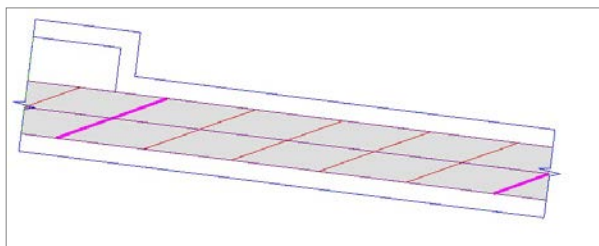

Рис. 6.20
- Вид проектной поверхности по проезжей части должен соответствовать рис. 6.20 (включена видимость *граней*